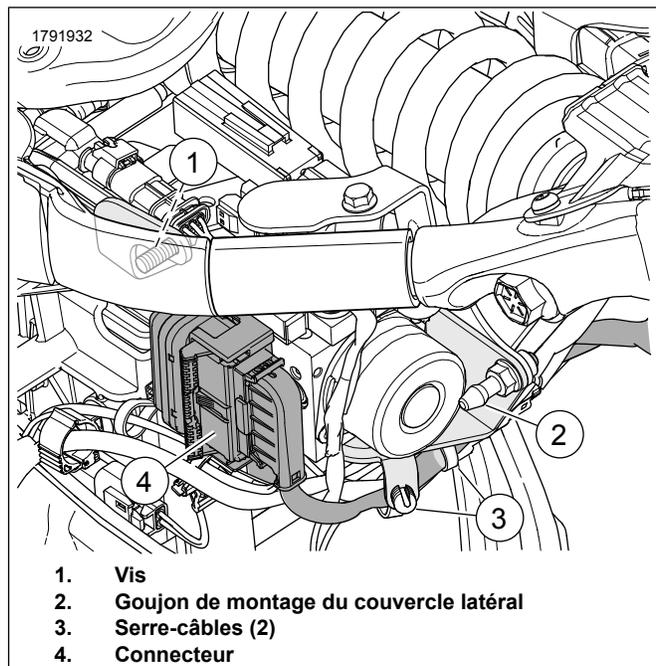
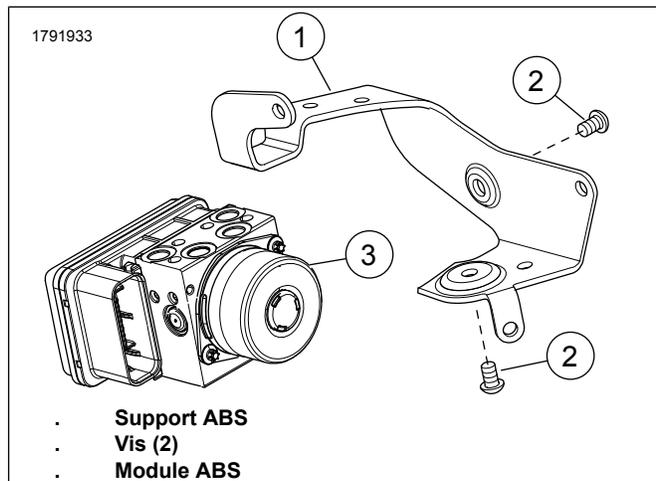

Figure 2. Module ABS avec support
Figure 3. Support ABS
1. Voir la figure 2. **Si équipé de l'ABS** : débrancher le connecteur ABS (4).
2. Déposer les serre-câbles (3).
3. Déposer le goujon de montage du couvercle latéral (2). Les conserver pour une utilisation ultérieure.
4. Déposer la vis (1).
5. Voir la figure 3. Retirer le module ABS (3) avec le support.
6. Déposer les vis (2).
7. Retirer et éliminer le support (1).